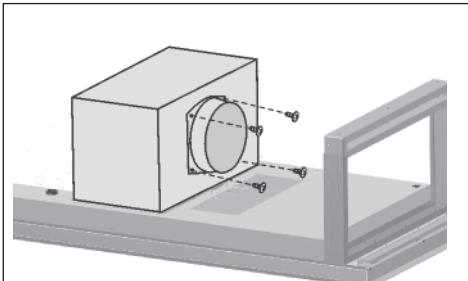

FIG.13
- Enlevez (4) vis du collet d'évacuation (Fig.13).